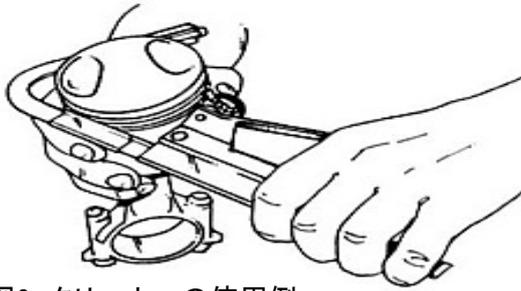

図6 クリーナーの使用例
3. ピストンと本体を両手で保持し、ピストンリングの溝にホイールカッターを挿入して、本体を溝に沿って回転させてください。(図6)